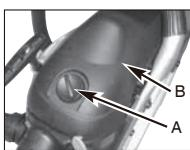

Fig. 15A
- Rimuovere la manopola (A) di fissaggio del coperchio del filtro dell'aria, rimuovere la copertura superiore (B) allentando le viti di fissaggio della copertura. È così possibile rimuovere la copertura. (Fig. 15A)